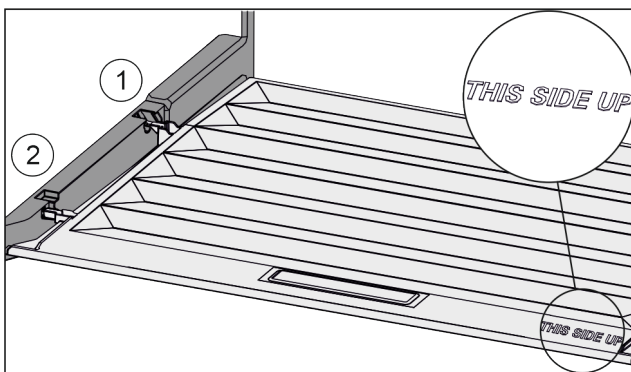

Fig. 129
- ▶ Deckelstege über Öffnung der hinteren Halterung Fig. 129 (1) einführen und vorne in Halterung Fig. 129 (2) einrasten.